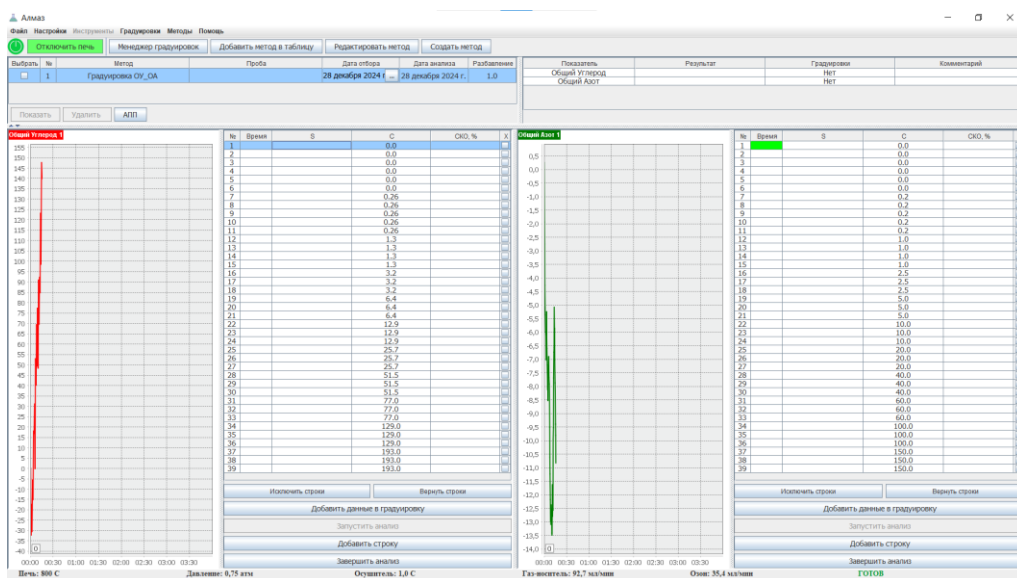

Рисунок 10. Начало работы по очереди растворов
- 2.4.6.10. Начнется анализ растворов (рис. 10).